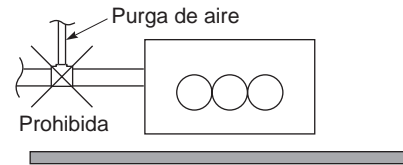

Fig. 3-90
- No instale purgador de aire en el tubo de evacuación de condensados. (Fig. 3-90)